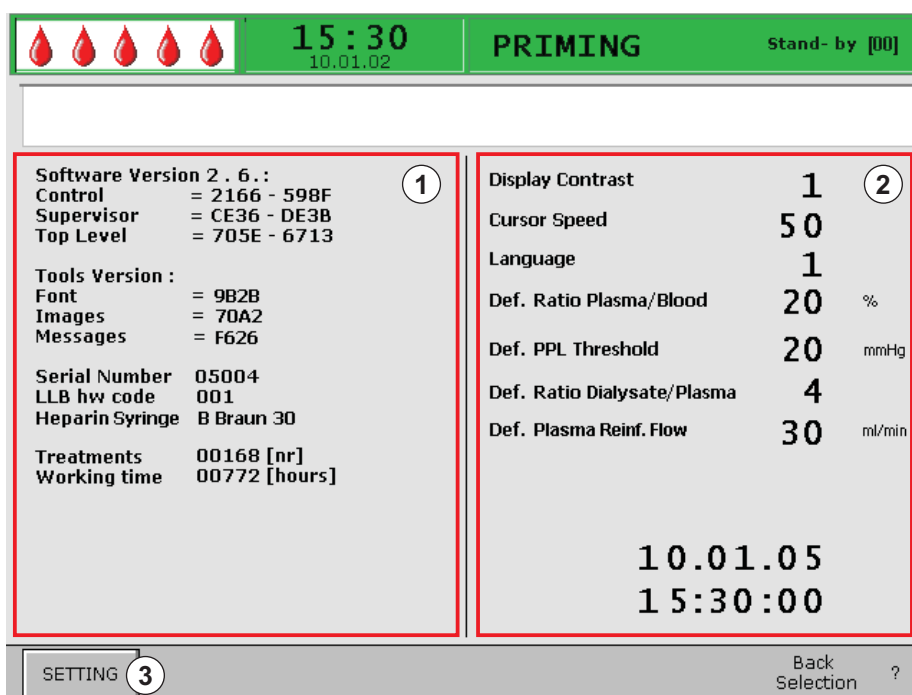

Рис. 3-4 Экран *Setting* (Настройки)
- ↪ Появляется экран *Setting* Настройки (Рис. 3-4), демонстрирующий данные аппарата с левой стороны (①), а установки параметров, используемые по умолчанию, с правой стороны (②).